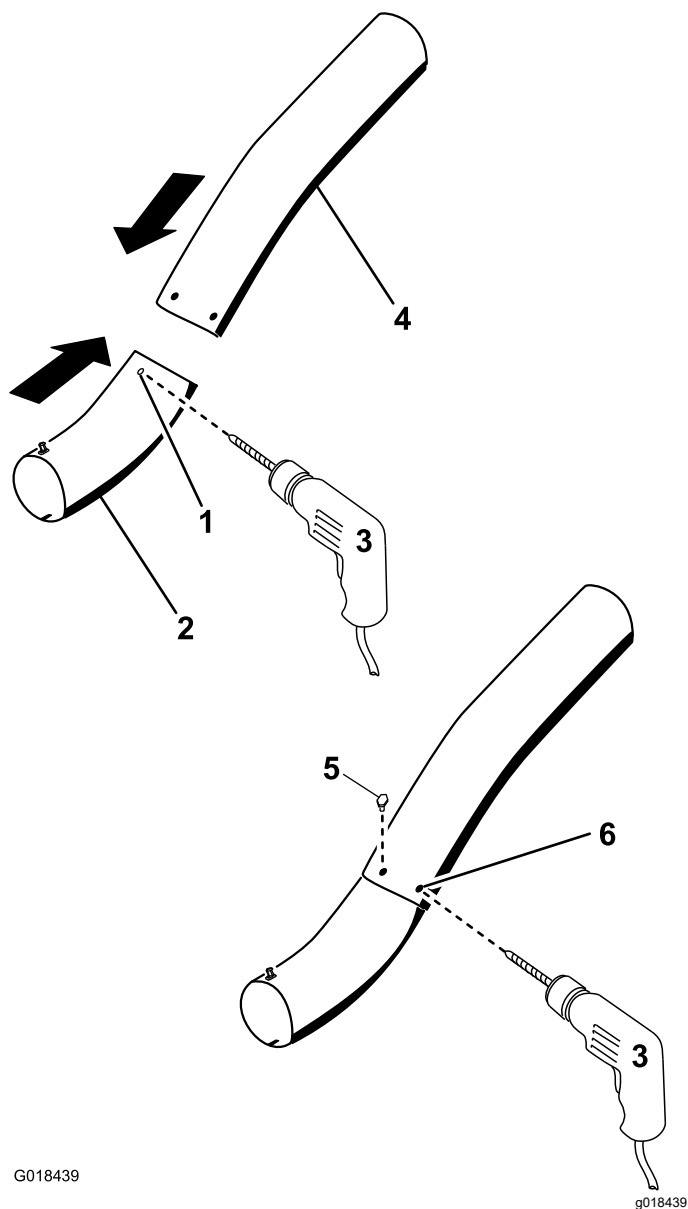

Figure 32
13. En vous servant des trous existants du tube supérieur comme guide, percez 2 trous de 6,5 mm dans les creux du tube inférieur (Figure 32).
16. Placez les rondelles ($\frac{1}{4}$ ") sur les boulons (Figure 32).
17. À l'aide d'une clé hexagonale, placez les vis ($\frac{1}{4}$ " x $\frac{3}{4}$ ") et les rondelles ($\frac{1}{4}$ ") depuis l'intérieur du tube inférieur dans les trous existants du tube supérieur (Figure 32).
18. Fixez les tubes ensemble au moyen des écrous ($\frac{1}{4}$ "), comme montré à la Figure 32.